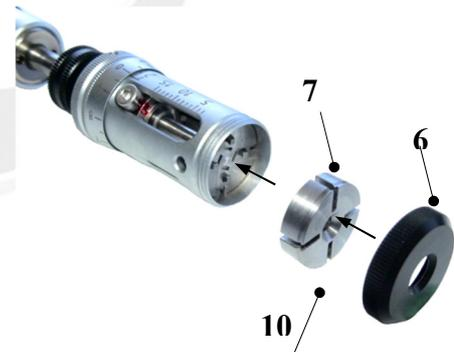

Bild 14. Deckplatte und Abschlusskappe montieren
- Deckplatte **(7)** vorsichtig wieder einsetzen. Die Anfasung **(10)** muss dabei nach aussen zeigen. **(Bild 14)**